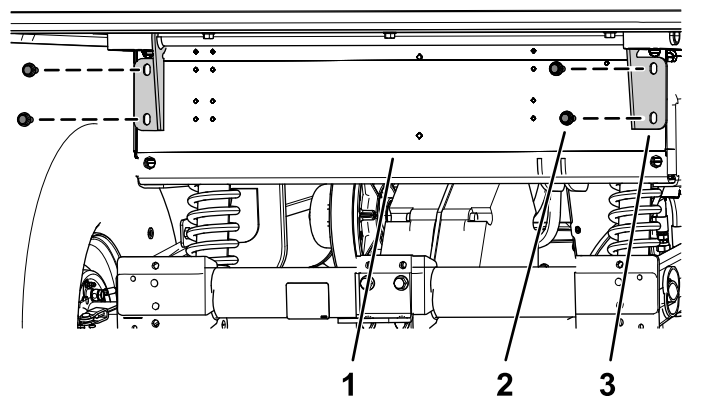

Figura 5
7. Remova os quatro parafusos de cabeça flangeada ($\frac{3}{8}$ pol. x 1 pol.) que fixam os suportes das dobradiças da plataforma de carga ao canal traseiro da estrutura da máquina (Figura 5).
3. Remova os quatro parafusos de cabeça flangeada (¾ pol. x 1 pol.) que fixam os suportes das dobradiças da plataforma de carga ao canal traseiro da estrutura da máquina (Figura 5).